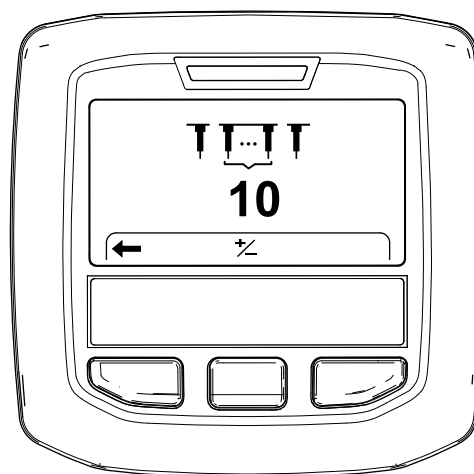

Figura 50
6. Premete il tasto destro dell'InfoCenter per visualizzare la schermata Impostazione della quantità delle fustelle (Figura 50).